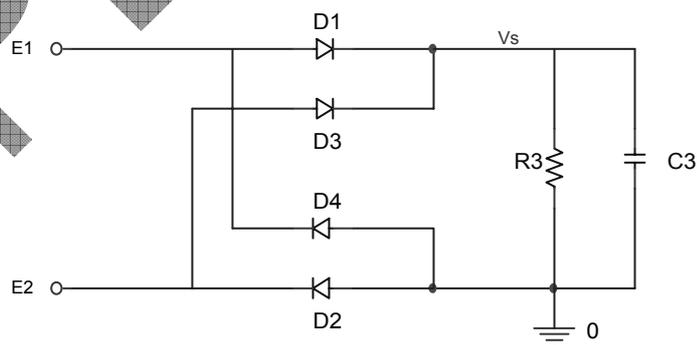

fig.9
- 2.3.2.1 Réaliser le schéma de la figure 9.